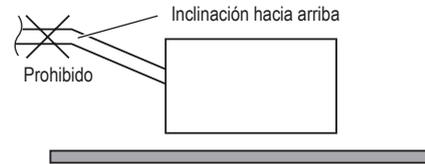

Fig. 6-12
- No instalar el tubo en pendiente ascendente desde el orificio de conexión. Esto ocasionará que el agua fluya en sentido inverso y que se filtre cuando la unidad no esté funcionando. (Fig. 6-12)